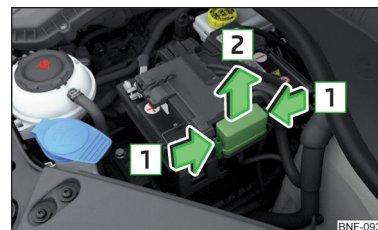

Fig. 171
Los fusibles se encuentran debajo de una tapa junto a la batería del vehículo » fig. 171.
- Presione al mismo tiempo las teclas de enclavamiento de la tapa **1** » fig. 171.